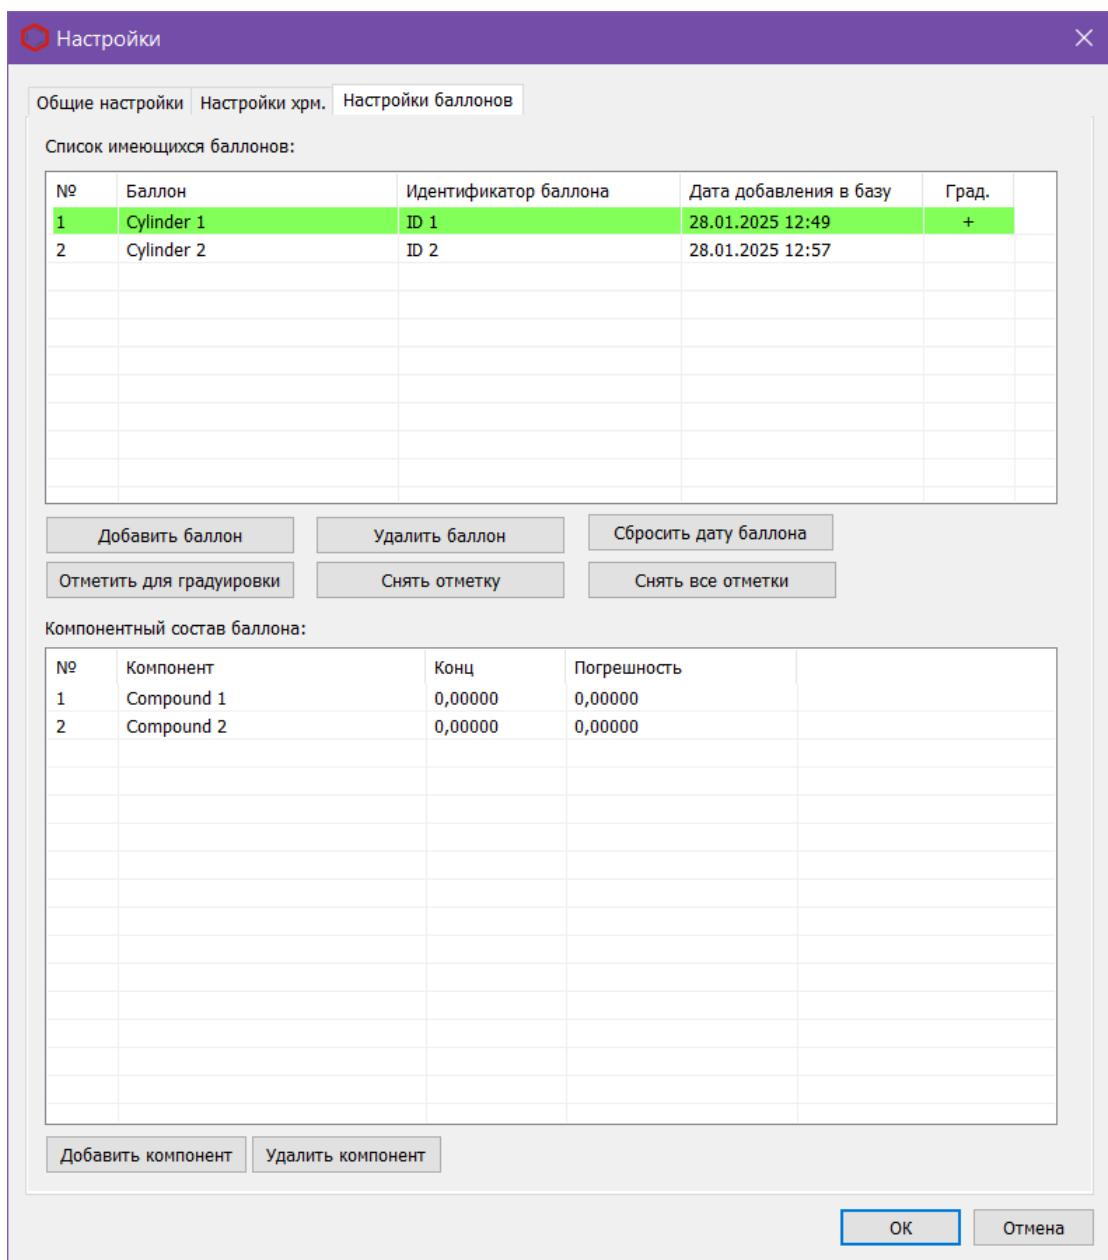

Рис. 12: Настройки: Настройки баллонов
2. В окне *Настройки* выберите вкладку *Настройки баллонов*. Список имеющихся баллонов и данные по компонентам отображаются в таблицах *Список имеющихся баллонов* и *Компонентный состав баллона* (Рис. 12).